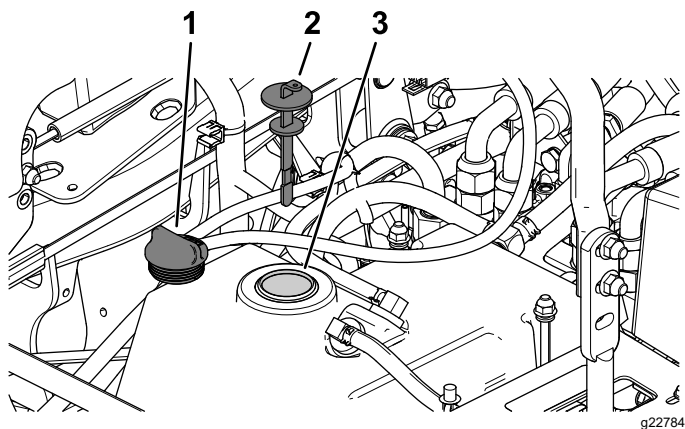

Figure 66
5. Retirez le bouchon du réservoir hydraulique (Figure 66).
6. Retirez la jauge et essuyez-la sur un chiffon propre (Figure 66).